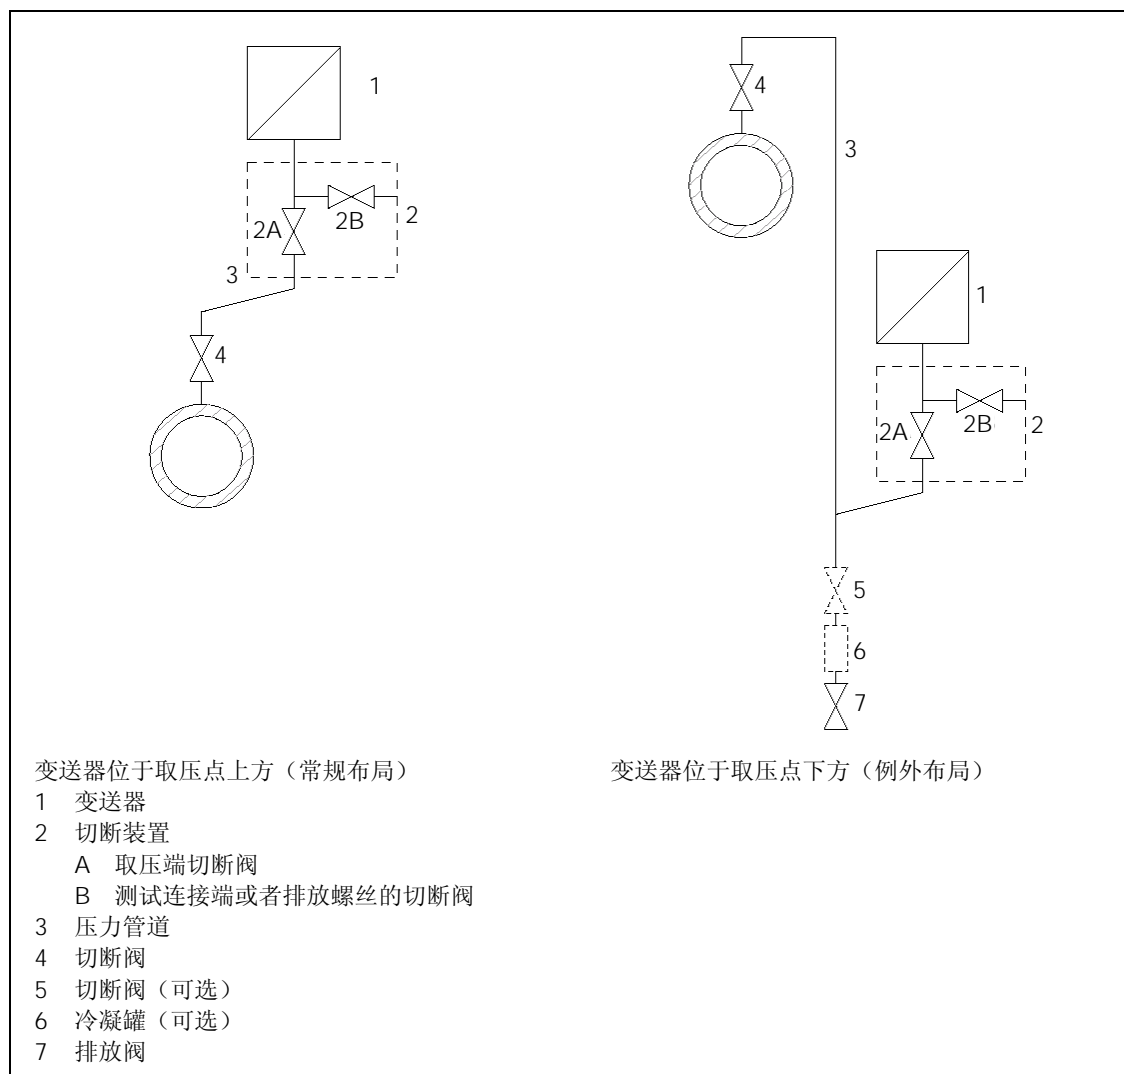

图 39 测量气体
不正确或者不适当地切断装置（97 页，图 39）可能导致严重的人身伤害或者物质损害。
1. 打开切断阀（97 页，图 39 中的 2B）。